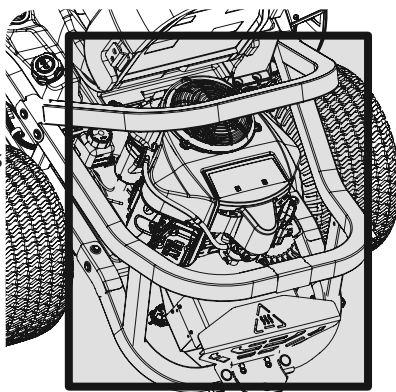

Figure 33
- Nettoyez autour des fusibles, les deux côtés des ailettes de refroidissement des transmissions, le collecteur d'échappement, le câblage électrique et les faisceaux, le tuyau du silencieux, le pare-chaleur du silencieux, les grilles d'entrée d'air du moteur et les ailettes de refroidissement, entre autres. Voir Figure 33.